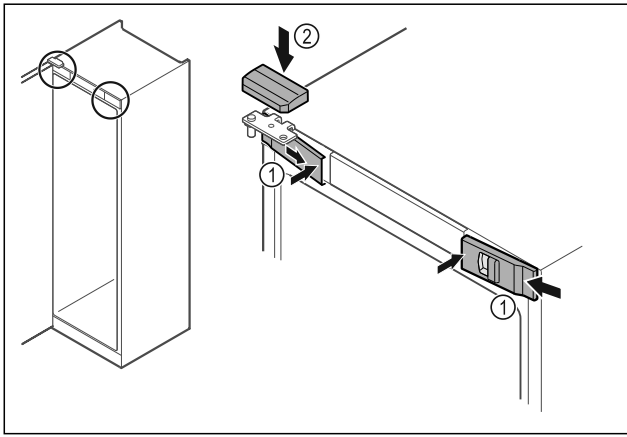

Fig. 53
- ▶ Зацепите сбоку и защелкните передние крышки Fig. 53 (1) с внутренней стороны.
- ▶ Защелкните верхнюю крышку Fig. 53 (2) сверху.